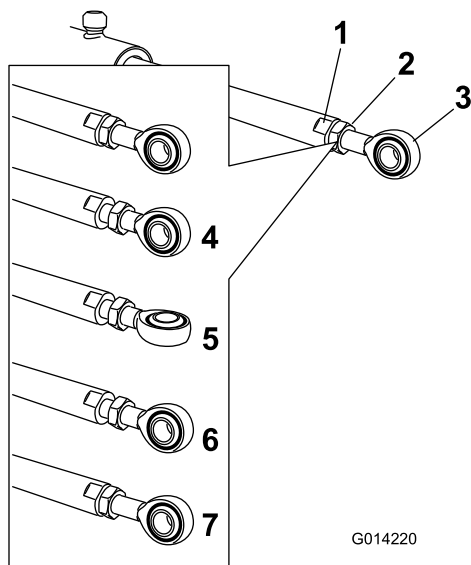

図 114
5. アクチュエータロッドの平たい面にスパナをあてがって回転しないように押さえ、ジャムナットをゆるめて、アジャスターロッドを調整できるようにする 図 114。